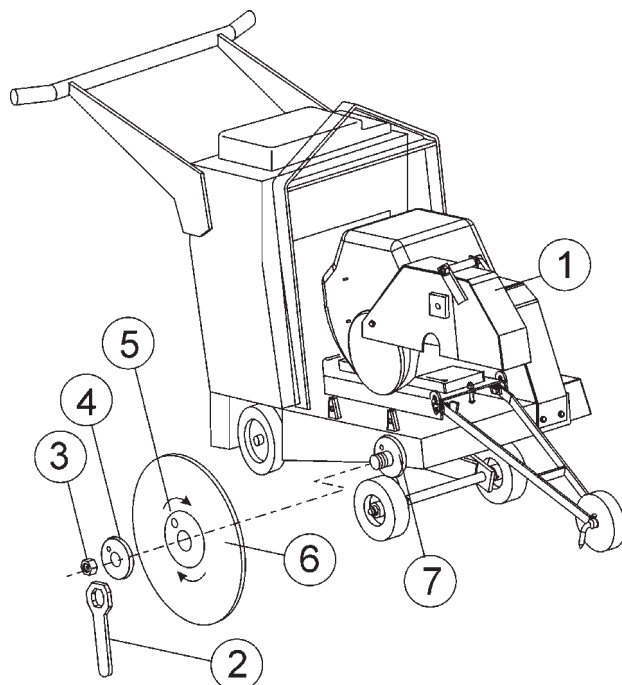

Figura 12. Colocacion del disco de diamante.
- Ver Figura 12 (Instalacion del disco de diamante) cuando remueva o instale el disco de diamante.
2. **Herramienta para la tuerca del disco**– Remueva la herramienta para la tuerca del disco(3) colocada en el sosten de herramienta y desatónille la tuerca de la varilla del disco(mano derecha). Esta tuerca se afloja al contrario de las manecillas del reloj y se aprietan en sentido contrario del reloj.
3. **Tuerca del disco** – Remueva la tuerca del disco (4). Para reinstalar, **NO** apriete de mas la tuerca del disco contra el plato externo. Apriete la tuerca del disco aproximadamente 45-50 ft-lbs/62-69 N/m.
4. **Plato externo del disco (Collar)** – Asegurese de que el plato este limpio y libre de residuos y que est é colocado contra el disco de diamante (7). Verifique que el perno conductor coincida con el orificio el el disco (6) y descanse perfectamente en el plato interno (8).